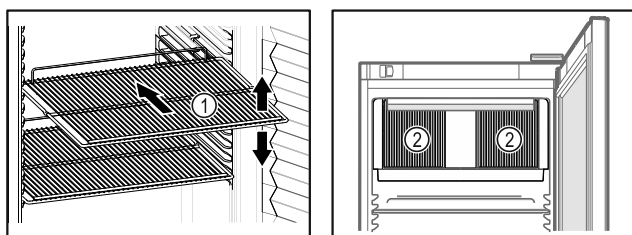

Fig. 59 Eksempelfremstilling Fig. 60
- Hvis oppbevaringshyllene Fig. 59 (1) kan flyttes, juster etter høyden.